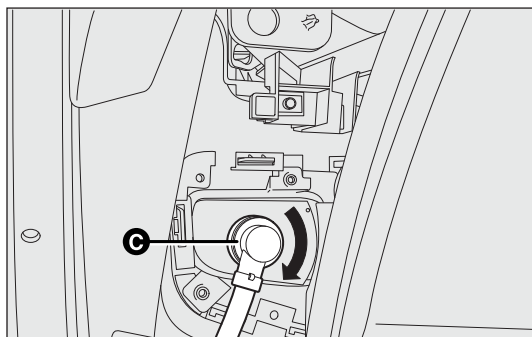

fig. 141
- ☐ retirer le capot de protection C-fig. 141 en tournant dans le sens inverse aux aiguilles d'une montre ;
- ☐ remonter le couvercle/la douille C-fig. 141 en le tournant dans les sens des aiguilles d'une montre en s'assurant du blocage correct ;